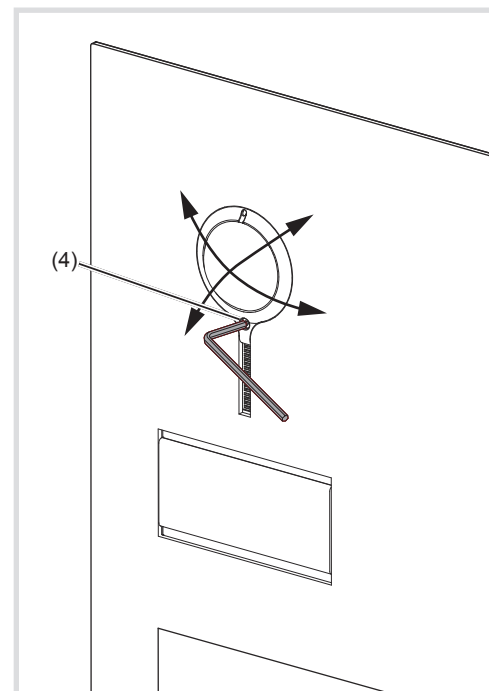

Bild 14: Ausrichtung der Kamera
- Die Fixierschraube (4) für die Kamera mit dem beiliegenden Inbusschlüssel 1,5 mm lösen (Bild 14).
- Kamera ausrichten (Bild 14/15/16).